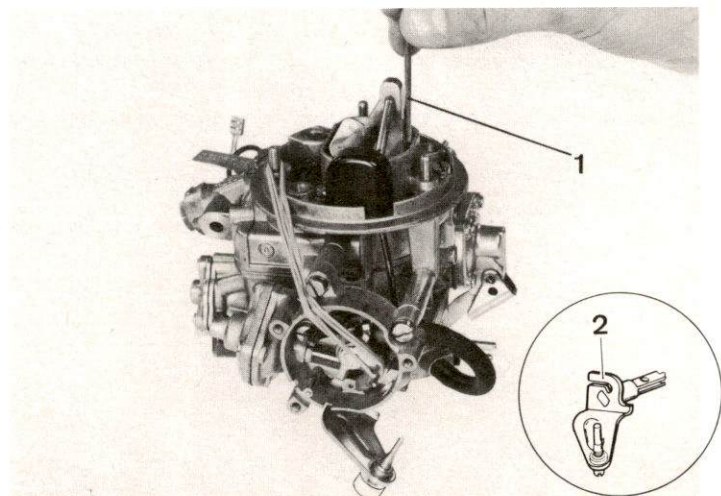

Abb. 41
5) Einstellung des mechanischen Pulldown (Abb. 41)